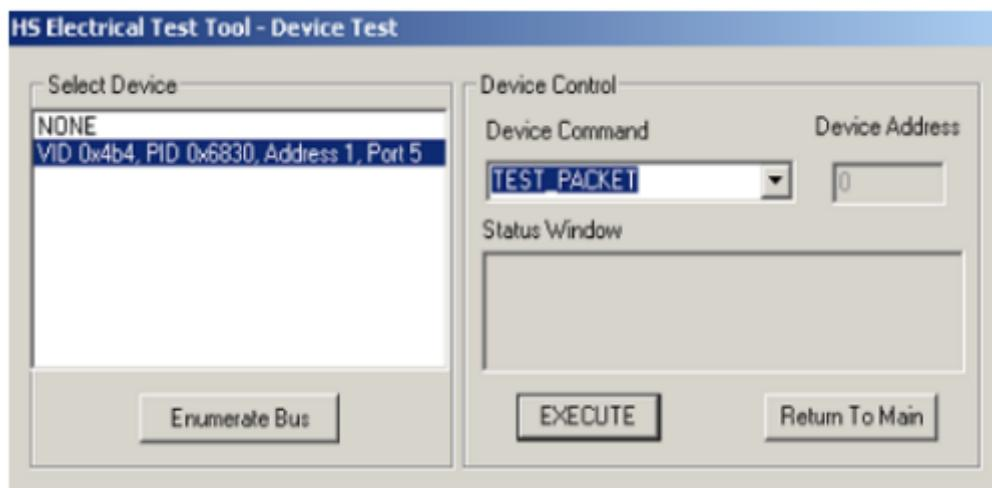
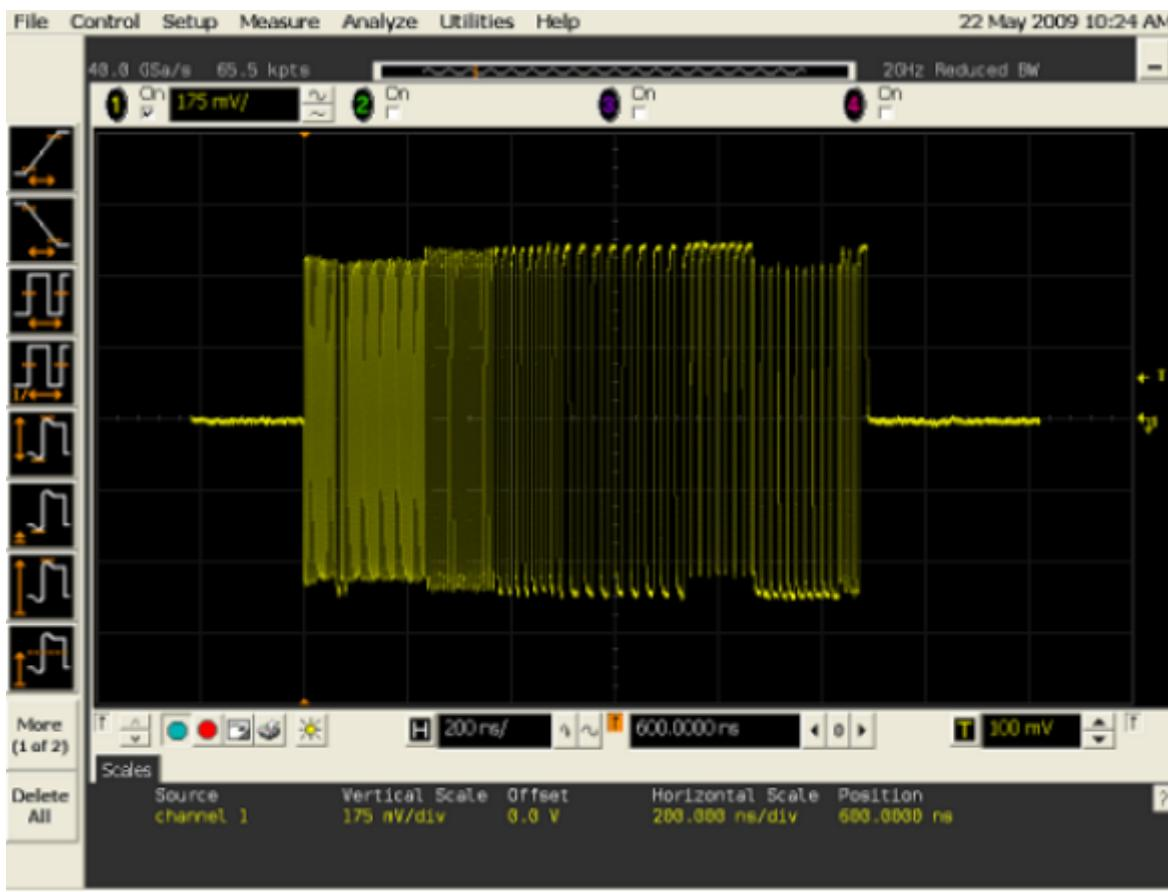

图 1-2 选择测
图 1-3 测试波形
3. 如图 1-2 所示, 选择要测试的设备和测试命令“TEST PACKET”, 然后点击“EXECUTE”按钮所示, 执行完上述操作后, USB 控制器就会自动进入 Test Packet Mode, 并连续发送周期性的测试包, 测试波形如图 1-3 所示:
- 从示波器上观察是否有检测到如图 1-3 的周期性测试波形
- 如果没有图 1-3 的周期性测试波形，可能是测试命令没有执行成功或者测试命令有误